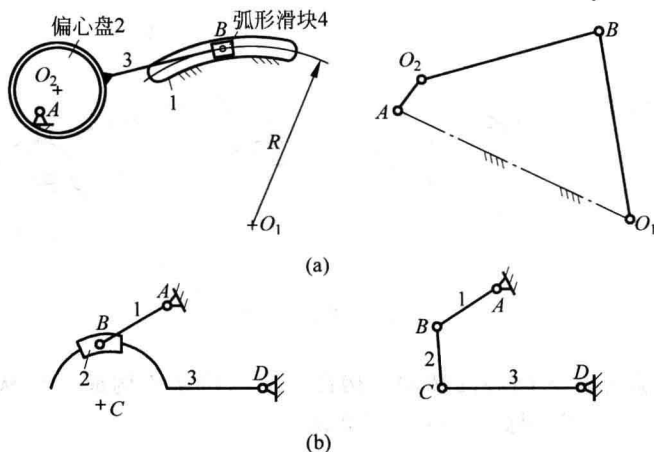

图 1.7 题 1.1.12 图
1.1.12 如图 1.7(a)和图 1.7(b)所示,图中的机构运动简图是否分别等效?
答 都等效。图 1.7(a)与图 1.7(b)中的图形分别是同构异形。